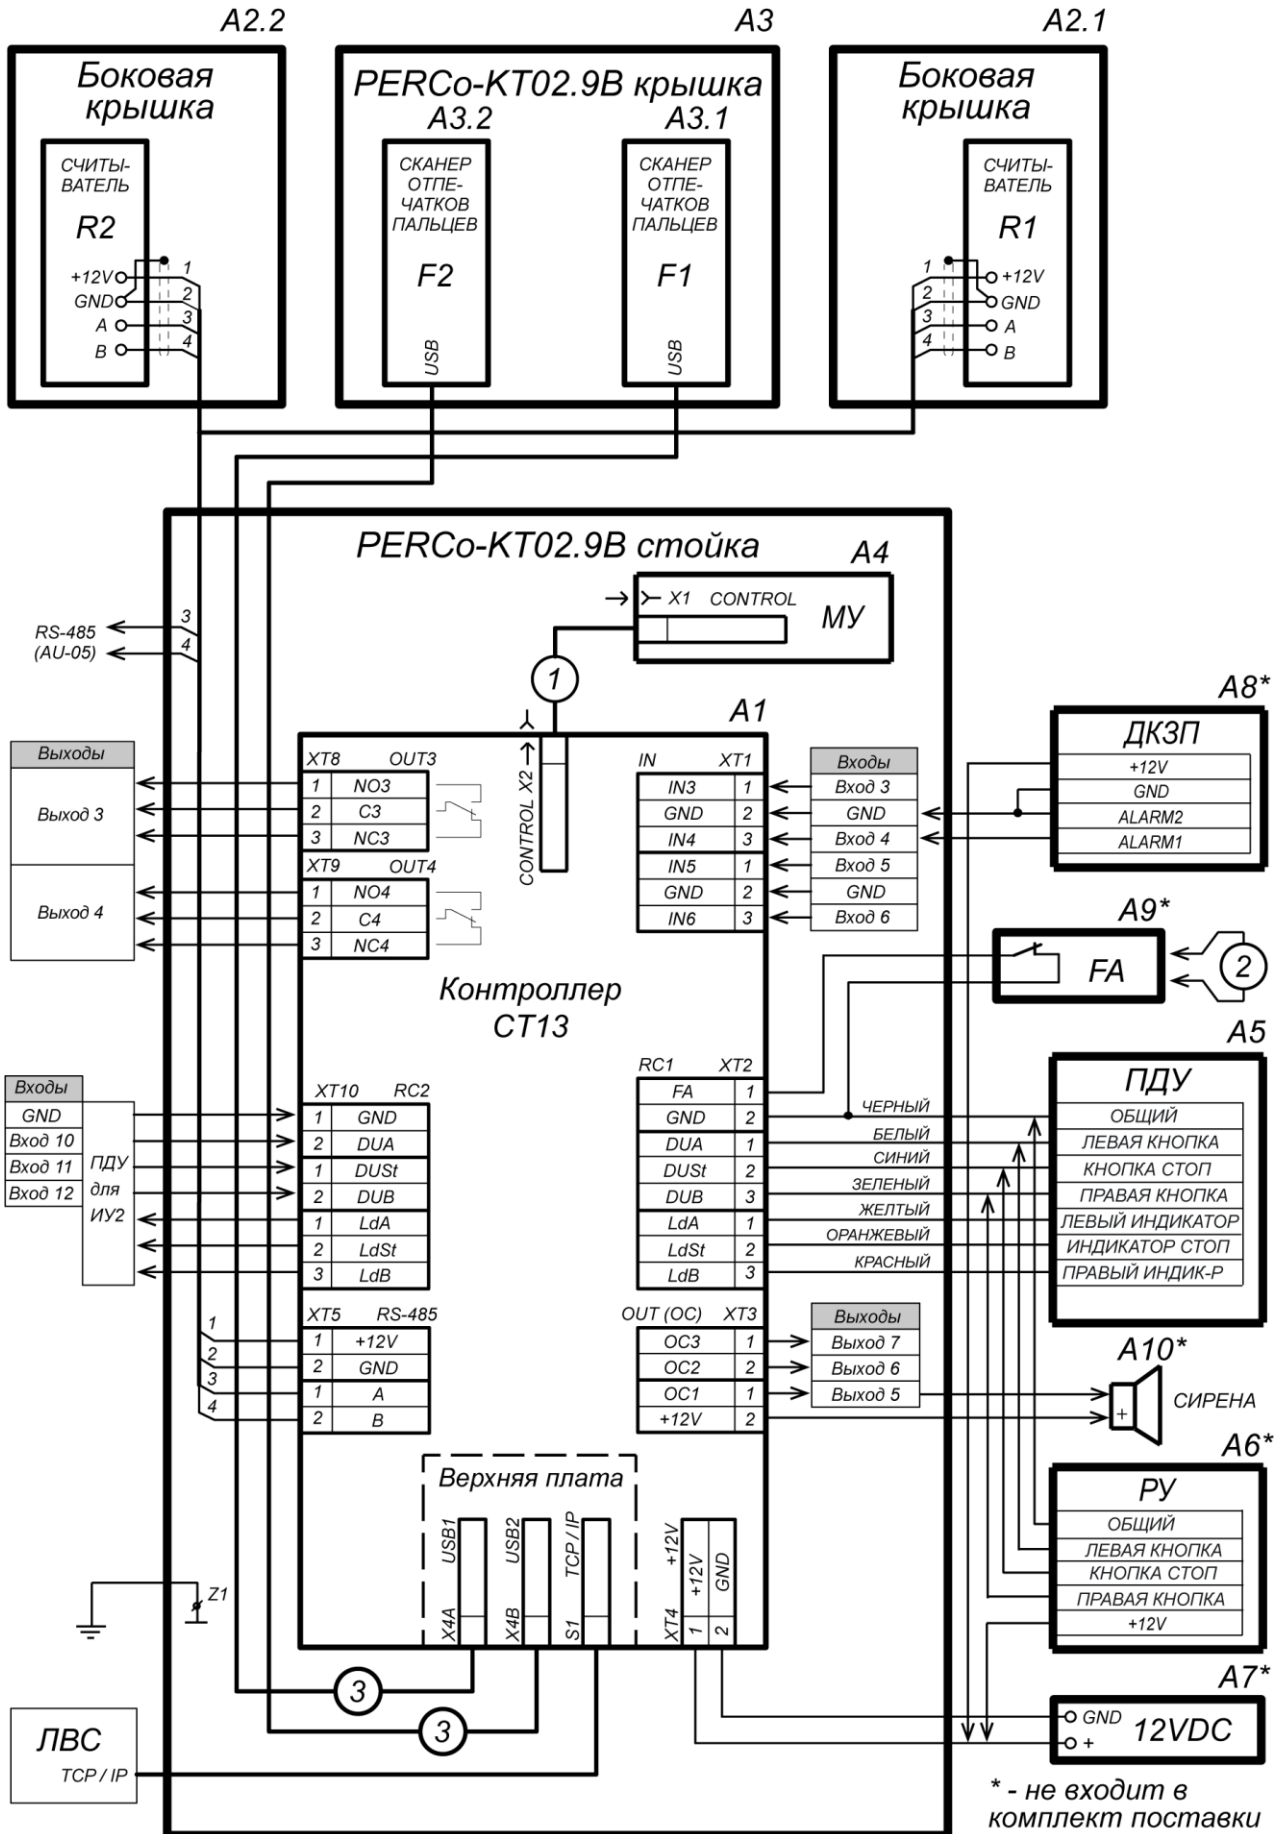

Рисунок 12. Общая схема подключения ЭП и дополнительного оборудования
Расположение клеммных колодок на нижней плате контроллера ЭП показано на рис. 7, назначение контактов клеммных колодок указано в табл. 2. Схема подключения приведена на рис. 12. Используемые при подключении типы кабелей указаны в табл. 5. При монтаже ЭП придерживайтесь следующей последовательности действий:
11. Подключите кабель питания (10) к клеммной колодке **XT4** на нижней плате контроллера согласно схеме, приведенной на рис. 12.
12. Подключите кабель ПДУ (14) к клеммной колодке **XT2** согласно схеме, приведенной на рис. 12.
13. Подключите, при необходимости, кабели от других устройств к соответствующим разъемам встроенного контроллера ЭП в соответствии с общей схемой, приведенной на рис. 12, а также частными схемами для различных видов устройств, представленными на рис. 15 - 24.
- 8, 9 – отверстия для проводки кабелей (при монтаже ЭП в отверстия вставляются изоляционные втулки); 10 – кабель заземления; Z1 – контакт заземления; позиционные обозначения A1-A4, X1, X2 и Z1 – указаны на схеме рис.12